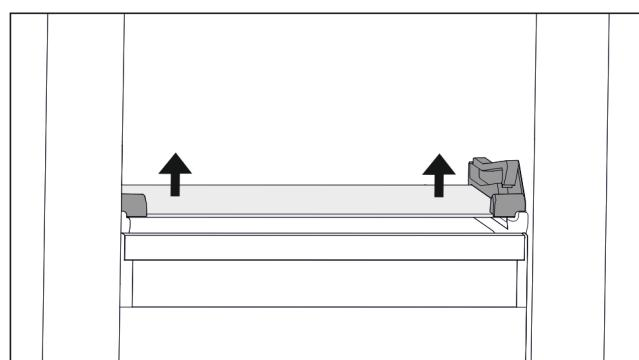

Fig. 131 Sklenená doska sklopnej zásuvky
- Na oboch stranách potlačte sklenenú dosku zospodu nahor. (pozri Fig. 131)